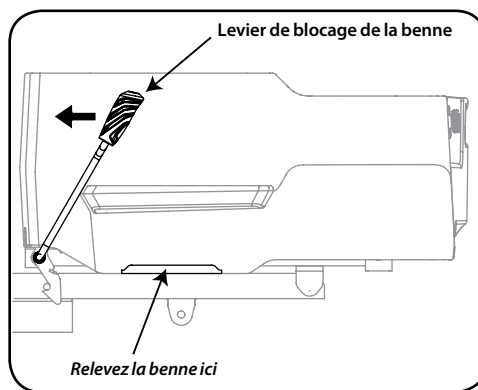

Figure 4-5
3. Pour les charges moins lourdes, déplacez le levier de blocage de la benne vers l'avant pour déverrouiller la benne. Tenez le levier de blocage vers l'avant avec une main, puis relevez la benne avec l'autre main. Voir Figure 4-5.